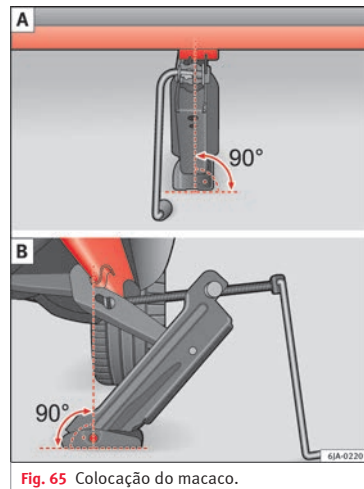

Fig. 65 Colocação do macaco.
- Ajuste o macaco para que a sua garra inclua o ponto de apoio da longarina inferior » **Fig. 65 - B** debaixo do estampado.
- Certifique-se de que a base do macaco está apoiada, em toda a sua área, sobre uma superfície plana e que está em posição vertical » **Fig. 65** em relação ao ponto onde a garra abrange o ponto de apoio da longarina.